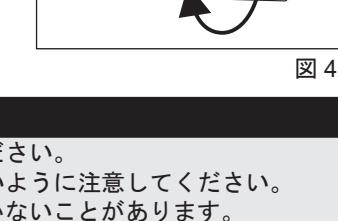

図 42
- 4 ハンドピースにテーパリングを締め付けます (図 42)。